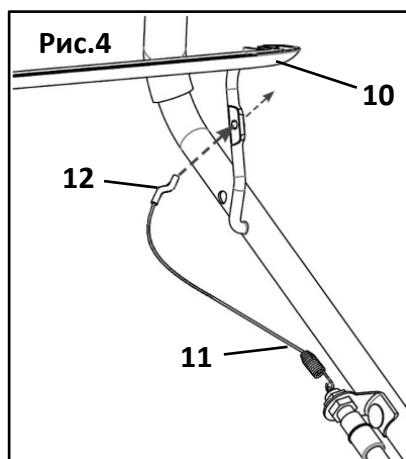

Рис.4
- Подсоедините трос останова двигателя (11) к рычагу. Для этого вставьте Z-образный наконечник (12) троса в отверстие на рычаге (10) с внутренней стороны рычага (Рис. 4).